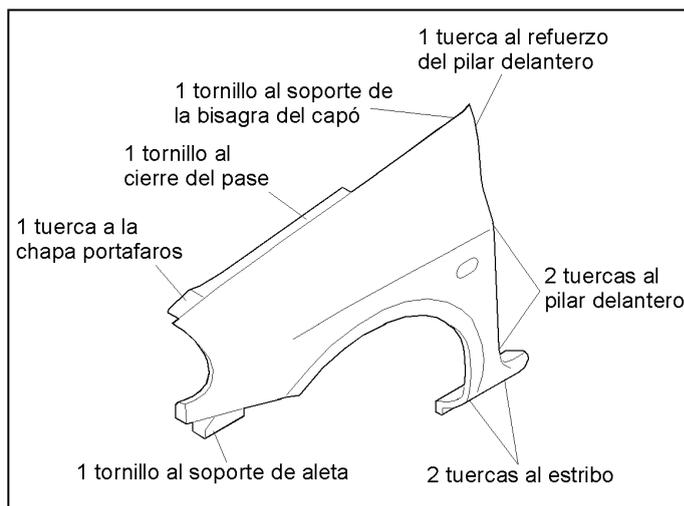

Figura 29.- Unión de la aleta delantera
- Aleta delantera del lado correspondiente (figura 29).
En la figura 29, se muestra la unión de la aleta delantera con el resto de la carrocería.